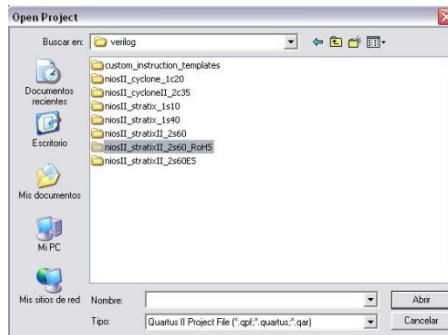

Figura D40 Ventana de Nombre del kit de desarrollo
4. Buscamos el archivo en la carpeta que corresponde al nombre del modelo del kit de desarrollo correspondiente, para nuestro caso elegimos el correspondiente al **(niosII_stratixII_2s60_RoHS)**, en la dirección: **C:\altera\72\nios2eds\examples\verilog** Figura D40: